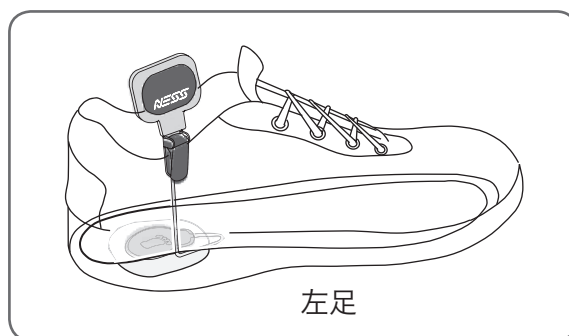

図 12 : 圧センサーとワイヤーを中敷の下に収めたところ
6. 圧センサーの上に中敷を敷きます。余分なワイヤーは中敷の下に収めます(図 12 を参照)。